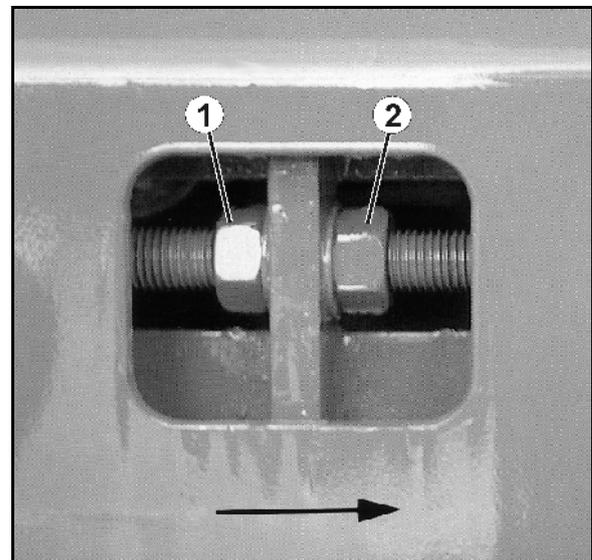

Fig. 78
1. Visto en sentido de marcha (véase la flecha), aflojar las contratuercas traseras (Fig. 78/1) situadas a ambos lados girándolas hacia la izquierda.
2. Visto en sentido de marcha (véase la flecha), girar las tuercas (Fig. 78/2) a ambos lados hacia la izquierda y de forma regular.
El recorrido de ajuste de las tuercas (Fig. 78/2) debe ser igual a ambos lados de la base de la cinta. No girar las dos tuercas (Fig. 78/2) más de media vuelta de llave. Apretar las contratuercas y comprobar si la marcha de la cinta vuelve a ser regular.